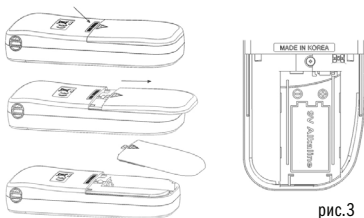

рис.3
2.2.1 Слегка нажав на крышку батарейного отсека, сдвиньте ее вниз и снимите как показано на рис.3. Вставьте батарейку, соблюдая правильную полярность. Закройте крышку.